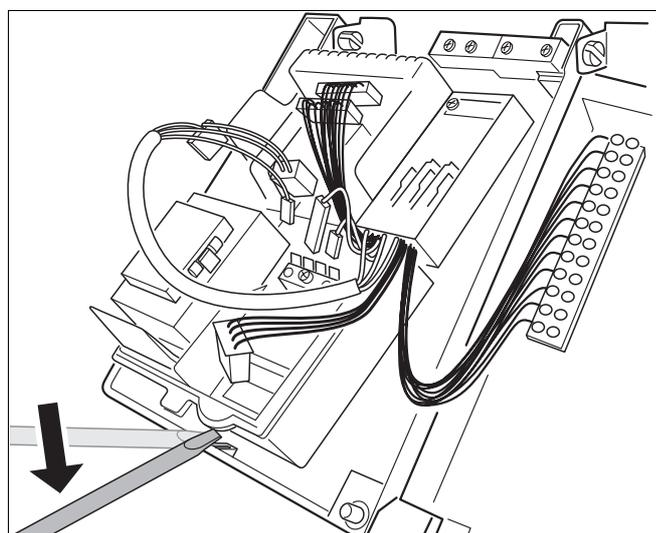

Fig. 53 Sollevare leggermente l'UBA ed estrarlo
- Sollevare leggermente l'UBA ed estrarlo dal davanti (chiusura a scatto) (fig. 53).